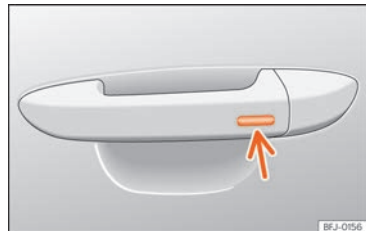

Abb. 113 Türgriff: Sensorfläche.
- Halten Sie einige Sekunden lang einen Finger über die Verriegelungssensorfläche »» Abb. 113 (Pfeil) am Türgriff, damit das Dach geschlossen wird. Wenn Sie die Sensorfläche nicht mehr berühren, wird die Schließfunktion unterbrochen.